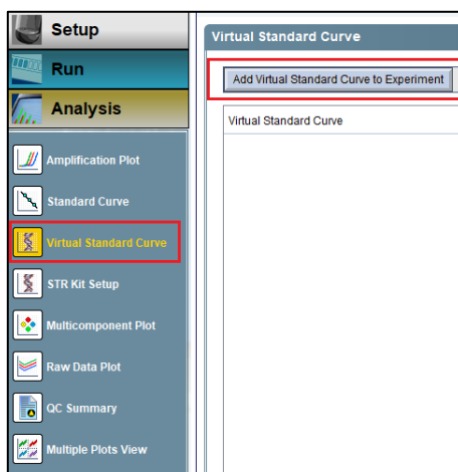

Рисунок 70
- Перейти в раздел «**Virtual Standard Curve**» и кликнуть по клавише «**AddVirtual Curve to Experiment**» (рисунок 70).